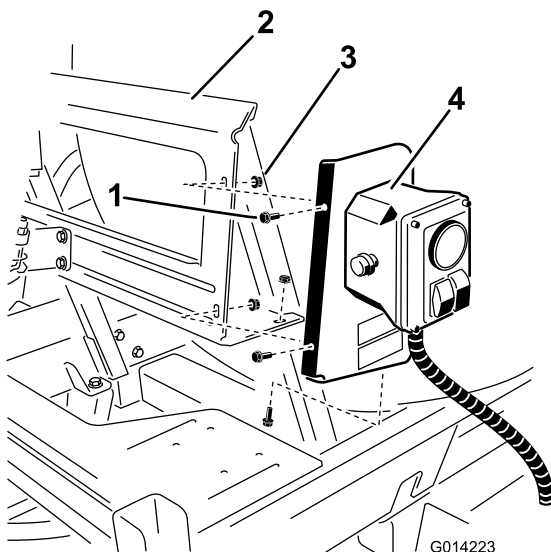

图6
2. 如图6所示，用 3 个螺栓 (1/4 x 5/8 英寸) 和 3 个锁紧螺母 (1/4 英寸) 将总成安装到安装支架上。